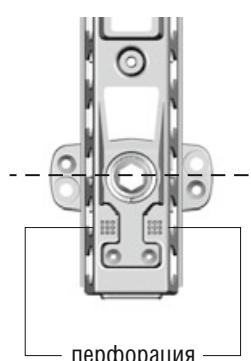

рис. 7
**Все профили обрешетки нижнего ряда устанавливаются специальной перфорацией к низу, чтобы затем к ней можно было прикрепить отлив и стартовую планку (рис.7).**